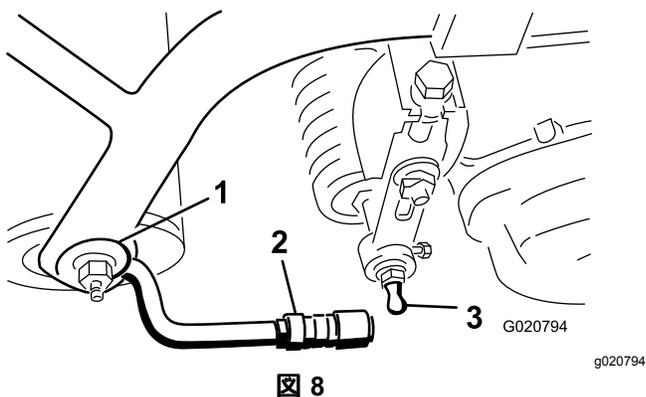

図 8
- スリーブをボールジョイントの位置まで引き戻し、レシーバーをカッティングユニットのボールスタッドに引っ掛ける。スリーブから手を離すとスタッドとジョイントが結合してロックする 図 8。